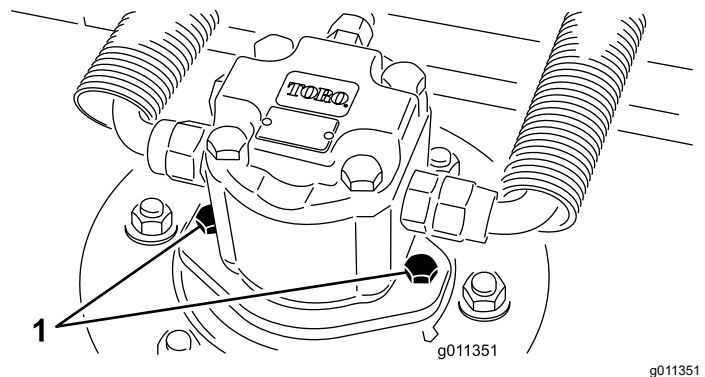

Figura 70
2. Desligue e retire o motor hidráulico da plataforma (Figura 70). Cubra a parte superior do eixo para não o sujar.
3. Instale o motor hidráulico na plataforma (Figura 70). Verifique se o anel de retenção está posicionado corretamente e não está danificado.